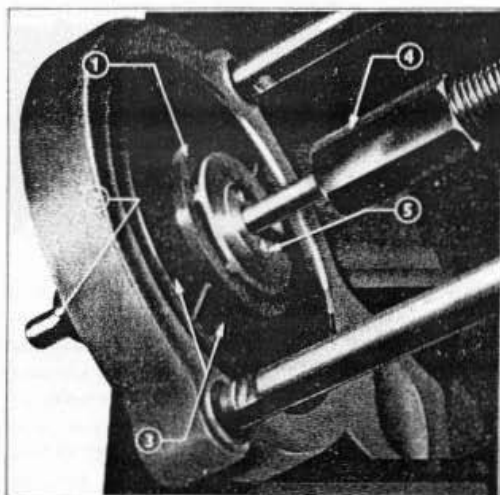

Fig. 39 = Depose de la turbine
3. Dégager à force la turbine de l'extrémité de l'arbre à l'aide de l'adaptateur à disque rigide T 7000-17d placé dans les adapteurs à fente (Fig. 39).